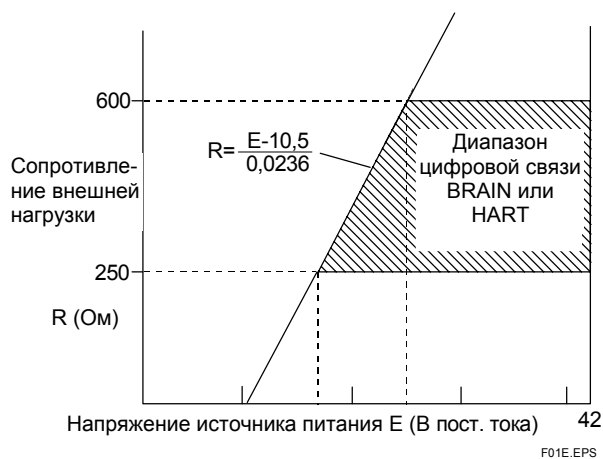

Рис. 1. Соотношение между напряжением источника питания и сопротивлением внешней нагрузки
- Сопротивление нагрузки: см. рис. 1.